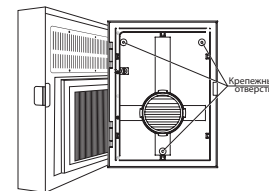

Рис. 5
- Закрепите прибор на стене с помощью 3 шурупов, используя отверстия, отмеченные на Рис. 5.